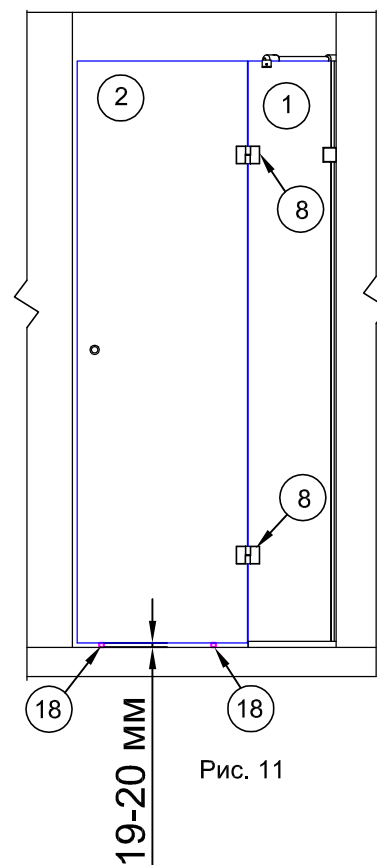

Рис. 11
4.2. На пол в местах установки двери положить технологические дистанционные прокладки №18 толщиной 19-20 мм для обеспечения необходимого зазора между дверью и полом (рис.11).
С внутренней стороны установить прокладки и фиксирующие пластины. Все стянуть винтами (рис.11).